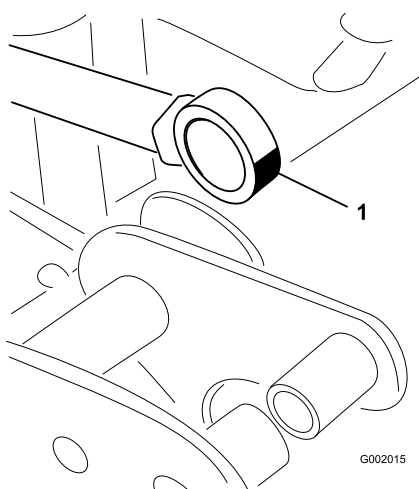

Bild 46
- Drehen Sie das Lagerende der Aktuatorstange und schmieren Sie Schmiermittel in das Lager (Bild 46). Wischen Sie überflüssiges Fett ab.